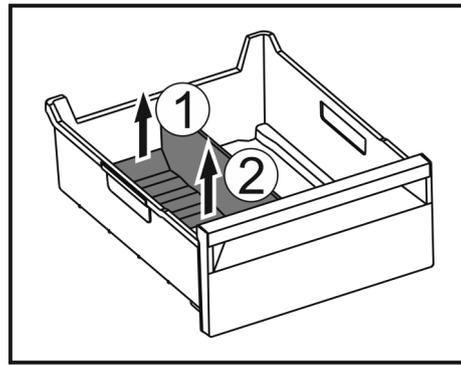

Fig. 102
- ▶ Sollevare la parte posteriore del divisore dello scomparto del ghiaccio. Fig. 102 (1)
- ▶ Rimuovere il divisore dello scomparto del ghiaccio verso l'alto. Fig. 102 (2)